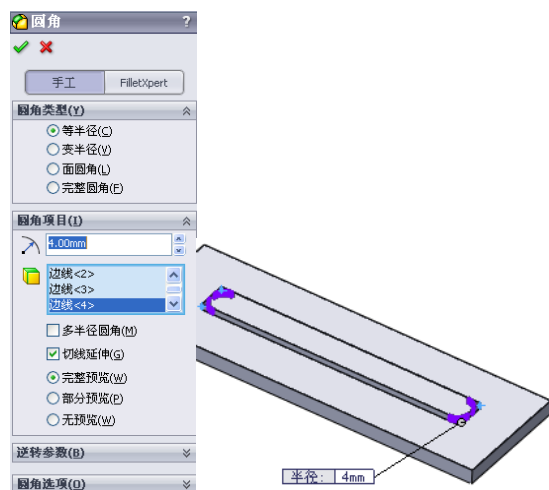

图 10-197 进行圆角 1 操作
6) 生成“圆角”特征。单击“特征”工具栏中的 (圆角) 按钮，或选择“插入”→“特征”→“圆角”菜单命令，系统弹出“圆角”属性管理器，选择圆角类型为“等半径”，在圆角半径输入栏中输入数值“4”，单击鼠标拾取实体的边线，如图 10-197 所示，单击 (确定) 按钮生成圆角。